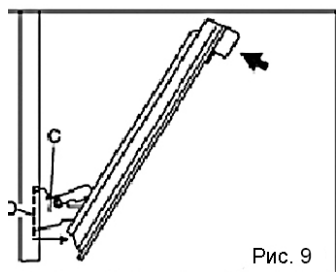

Рис. 9
- 4-При помощи обеих рук слегка надавите внутрь на дверцу духовки, чтобы петли дверцы «С» вышли из пазов «D» (Рис. 9), а затем потяните за дверцу вперед, чтобы отсоединить ее от духовки.